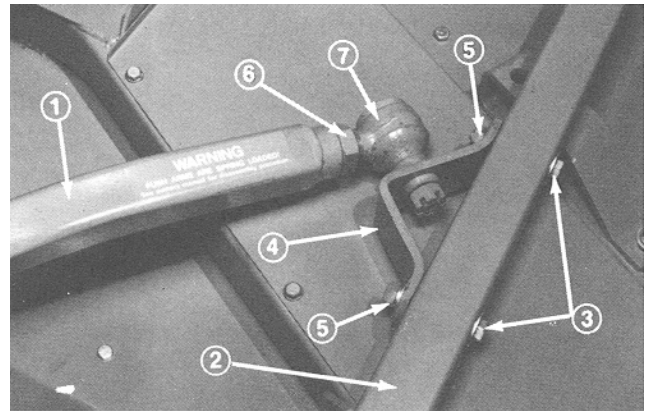

Bild 12
4. Befestigen Sie die Kugelgelenkbefestigung mit 2 Kopfschrauben (7/16 x 3 Zoll), einer Flachscheibe (7/16 Zoll) und Muttern (7/16 Zoll) am Laufradarm (Bild 12). Der Kopf der Kopfschraube und die große Flachscheibe müssen außen am Laufradarm sein.
5. Ziehen Sie die große Klemmmutter an der Vorderseite des rechten Schubarms fest (Bild 12). Halten Sie beim Anziehen der Klemmmutter das Kugelgelenk gerade, um eine richtige Oszillation beim Anheben und Absenken des Mähwerks zu gewährleisten.